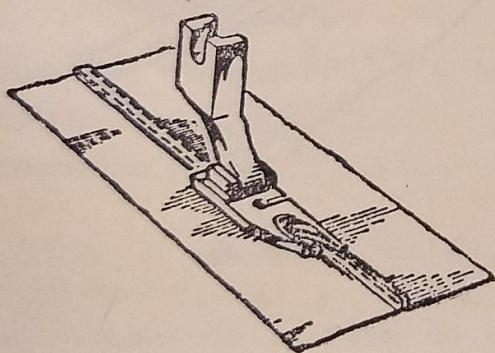

FIG. 40
- introducir las orillas en la espiral del prensatelas y coser como en el normal dobladillo a puntada recta (fig. 40).